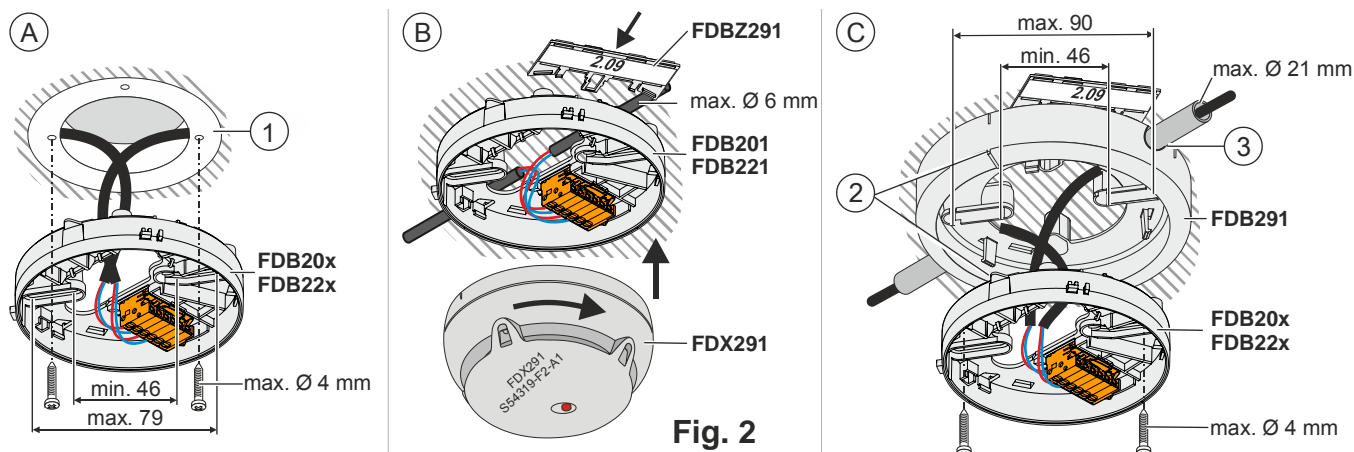

Fig. 2
2. Install the detector base (see Fig. 2).
2. Montieren Sie den Meldersockel (siehe Fig. 2).